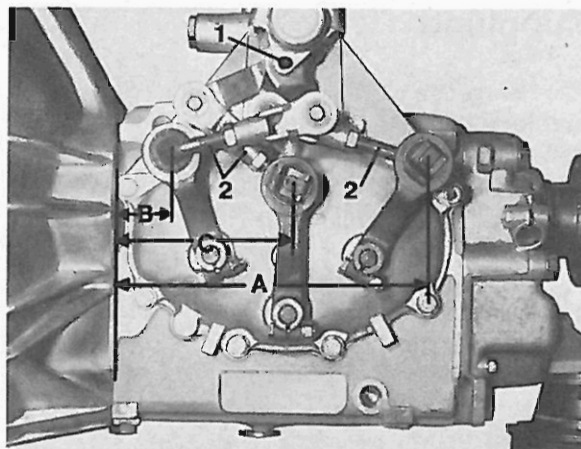

Bild 23
Die drei Hebel am Schaltbock durch Einschieben eines Fixierbolzens (1) in den vorhandenen Bohrungen fixieren. Getriebe in Leerlaufstellung bringen und Stellung der Schalthebel am Getriebedeckel auf die angegebenen Maße prüfen, wenn nötig richtigstellen (Bild 23 und Tabelle).